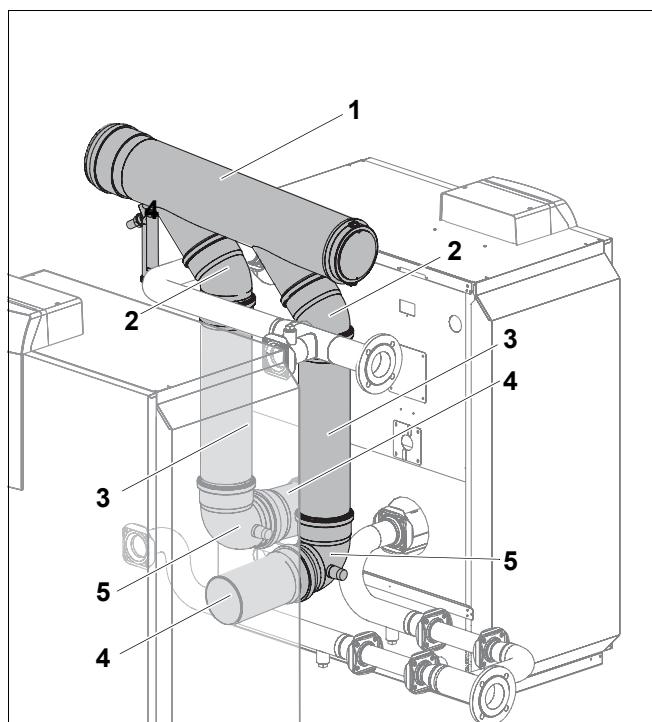

Рис. 9 Монтаж дымовых труб на установке с двумя котлами 400, 480 или 560 кВт
- Смажьте трубы (рис. 9, поз. 4) в местах соединений антифрикционной смазкой и вставьте их в предназначенные для них места на обоих котлах.
- Нанесите смазку на отводы 87° (рис. 9, поз. 5) в местах соединений и наденьте на трубы (рис. 9, поз. 4) (муфтой вверх).
- Нанесите смазку на трубы (рис. 9, поз. 3) и установите на установленные ранее отводы 87° (рис. 9, поз. 5).
- Нанесите смазку на отводы 45° (рис. 9, поз. 2) в местах соединений и наденьте их на два нижних патрубка коллектора дымовых газов (рис. 9, поз. 1).
- Наденьте отводы 45° (рис. 9, поз. 2) коллектора (рис. 9, поз. 1) на установленные ранее трубы (рис. 9, поз. 3).